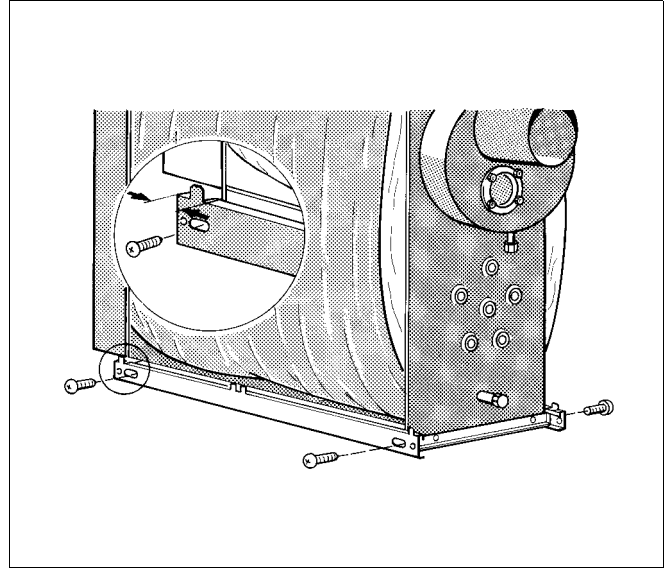

Abb. 11 Montage Verkleidung
- Seitliche Rahmenleiste rechts und links unten an vordere und hintere Traverse mit je 2 Blechschrauben lose anschrauben (Abb. 11).
Das Abstandsmaß von Vorderkante Rahmenleiste zur Kesselvorderwand muss 38 mm betragen (Abb. 11).